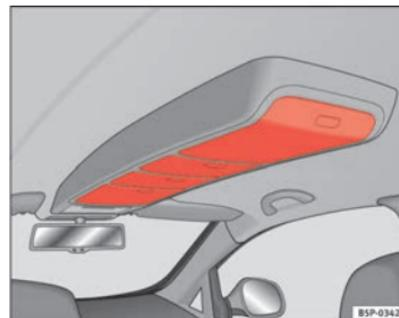

Fig. 105 Porta-objectos no tejadilho
- Premir o botão da tampa, para a abrir, ⇒ fig. 105. A tampa abre-se automaticamente.